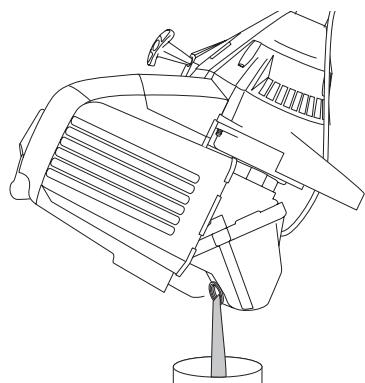

Fig. 30
- Vierta el aceite fuera del orificio de llenado de aceite en un recipiente inclinando la unidad hasta una posición vertical (Fig. 30). Deje suficiente tiempo como para completar el drenaje.